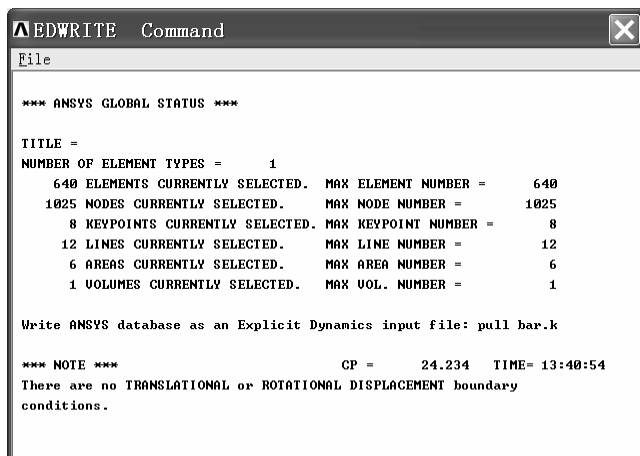

图 5-28 “EDWRITE Command” 窗口
(4) 单击 “Input files to be Written for LS-DYNA” 窗口中的 “OK” 按钮，弹出 “EDWRITE Command” 窗口（见图 5-28）。